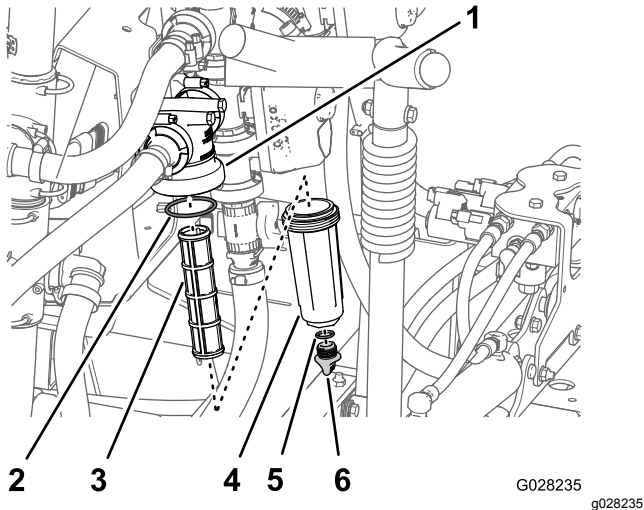

Bild 94
2. Stellen Sie eine Auffangwanne unter den Druckfilter (Bild 94).
3. Drehen Sie die Ablassschraube nach links und nehmen sie von der Glocke des Druckfilters ab (Bild 94).
4. Drehen Sie die Glocke nach links und nehmen sie vom Filterkopf ab (Bild 94).
5. Entfernen Sie den alten Druckfiltereinsatz (Bild 94).
6. Überprüfen Sie den O-Ring für die Ablassschraube (in der Glocke) und den O-Ring für die Glocke (im Filterkopf) auf Beschädigungen und Abnutzung (Bild 94).
7. Setzen Sie den neuen Druckfiltereinsatz in den Filterkopf ein (Bild 94).
8. Befestigen Sie die Glocke am Filterkopf und ziehen sie mit der Hand an (Bild 94).
9. Setzen Sie die Schraube in den Filterkopf ein und ziehen sie mit der Hand an (Bild 94).